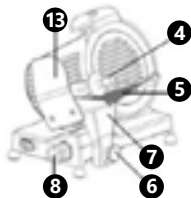

Imagen 5
- Antes de limpiar desconecte el aparato de la corriente eléctrica (¡desenchufar!) y compruebe que el regulador para seleccionar el grosor de corte (8) esté en posición „0“.
- Empuje el carro (7) hacia el regulador (8) (imagen 5).
- Para llevar a cabo la limpieza, retire el carro (7) con el soporte y el mango (4). Para ello gire la manija del carro (6) girando en sentido contrario a las agujas del reloj y retire el carro (7) (imagen 5).
- Limpie el carro (7) con la protección para manos (13), la bandeja de recogida (5) y el soporte con el mango (4) con agua caliente, un paño suave y detergente neutro. Enjuague con agua clara para retirar cualquier resto de limpiador.